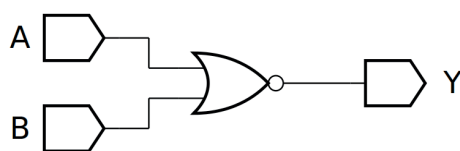
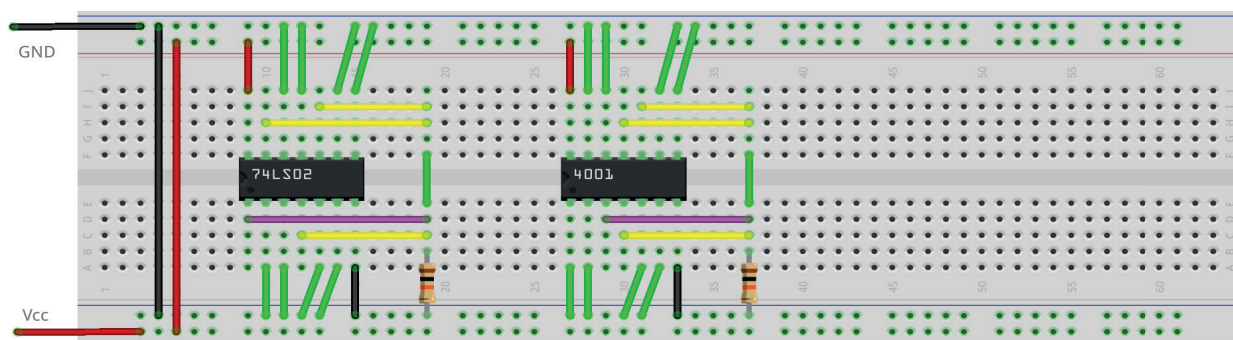

Figura 3.56 – Diagrama esquemático.
Figura 3.57 – Placa de montagem com componentes.
1. Monte o circuito da figura 3.56, conforme mostrado na figura 3.57, na placa de montagem.
- d) Conecte os fios verdes. Os fios verdes estão conectados ao terra e portanto fornecendo valor lógico (0) às entradas de todas as portas do CI.
26. Utilizando o software de simulação SmartSim, simule a porta NOU (NOR) de acordo com a figura 3.56. Compare a simulação com a tabela 3.19.